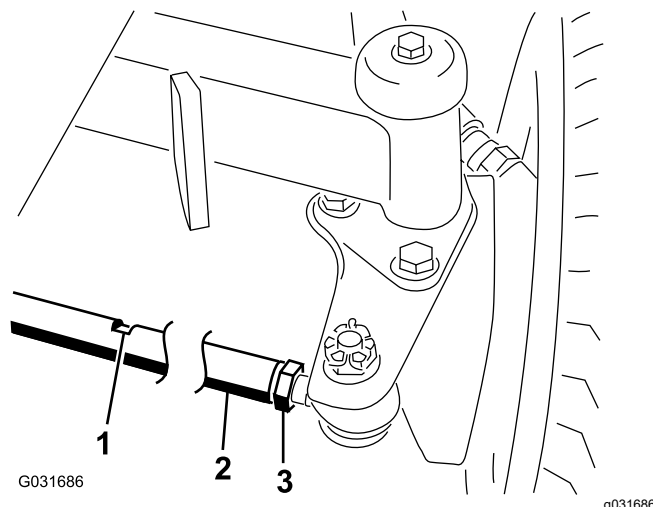

Figure 50
2. Desserrez l'écrou de blocage à chaque extrémité de la biellette (Figure 50).